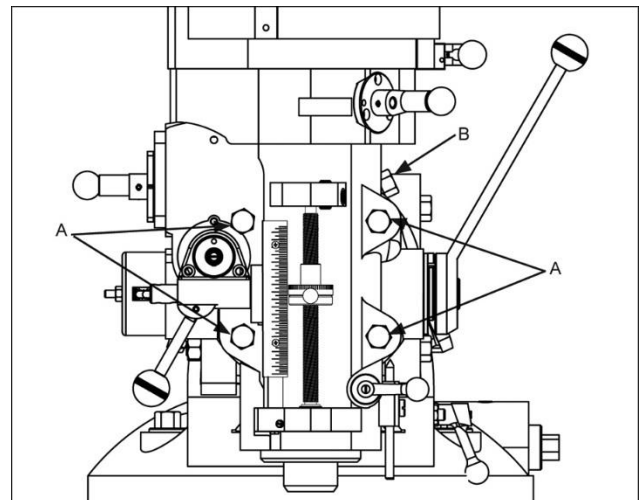

Рисунок 16
1. Ослабьте четыре больших шестигранных гайки, закрепляющих фрезерную головку на переходнике подвижной консоли станка (см. рис. 16). Достаточно повернуть гайки на четверть оборота, чтобы сдвинуть головку.
2. Поверните накидную гайку (B, Рис. 16) чтобы повернуть фрезерную головку влево или вправо на требуемый угол. Для установки головки под нужным углом пользуйтесь шкалой, расположенной на переходнике консоли.